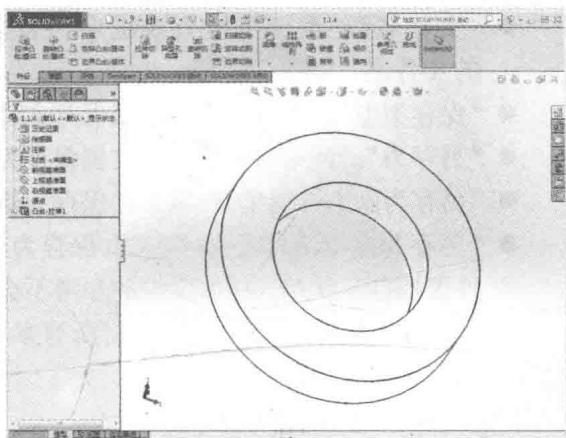

图 1-10 打开文件
STEP 04 执行操作后，即可打开文件，如图 1-10 所示。